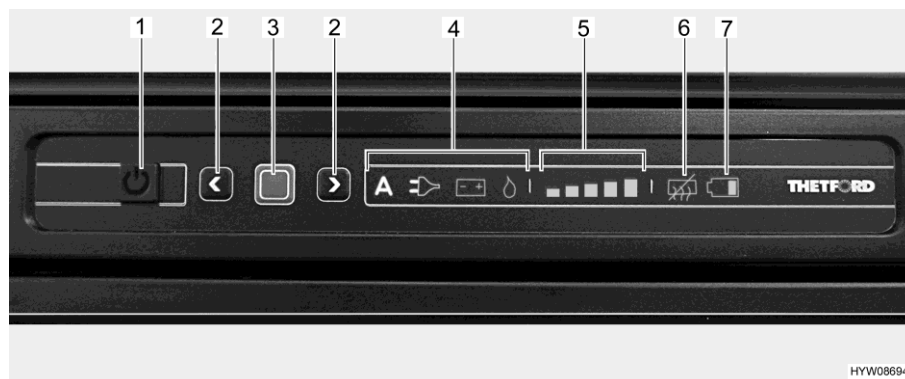

Fig. 149 Panneau de commande DEL (réfrigérateur Thetford)
- Appuyer sur la touche Marche/Arrêt (Fig. 149,1) pendant 1 seconde. La touche s'allume en vert. L'affichage devient plus sombre pour des raisons d'économie d'énergie au bout d'env. 10 secondes.
- Appuyer sur la touche de confirmation (Fig. 149,3). Le dernier mode de fonctionnement qui a été choisi est affiché.
- Appuyer sur la touche de confirmation (Fig. 149,3) pendant env. 2 secondes. Les symboles des modes de fonctionnement clignotent.
- Sélection manuelle d'énergie : Sélectionner la source d'énergie désirée avec les touches fléchées (Fig. 149,2).
- Sélection automatique d'énergie (uniquement sur le modèle à sélection automatique d'énergie) : Sélectionner le mode de fonctionnement "A" avec les touches fléchées (Fig. 149,2).
- Confirmer la sélection avec la touche de confirmation (Fig. 149,3).
- Appuyer de nouveau sur la touche de confirmation (Fig. 149,3). L'affichage du degré de réfrigération (Fig. 149,5) clignote.
- Pour changer le réglage, appuyer sur les touches fléchées (Fig. 149,2) jusqu'à ce que le réglage désiré soit affiché.
- Appuyer sur la touche Marche/Arrêt (Fig. 149,1) pendant env. 2 secondes. Toutes les lampes s'éteignent. Le réfrigérateur est coupé.
Lorsque le réfrigérateur est mis en marche, il choisit automatiquement le dernier réglage du thermostat qui a été choisi. Ce réglage peut cependant être corrigé manuellement à l'aide des touches fléchées (Fig. 149,2). Il faudra attendre quelques heures jusqu'à ce que le réfrigérateur ait atteint sa température normale de réfrigération. Le réglage du thermostat est conservé en cas de commutation sur un autre mode de fonctionnement.